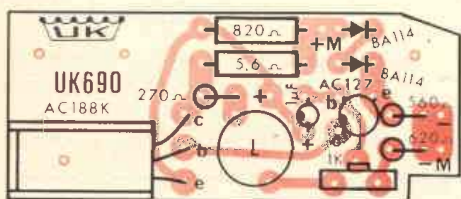

Fig. 2 - Serigrafia del circuito stampato.
- Inserire e saldare i terminali dei due diodi, che dovranno essere disposti verticalmente sul circuito stampato rispettandone la polarità come è indicato nella serigrafia, fig. 2.